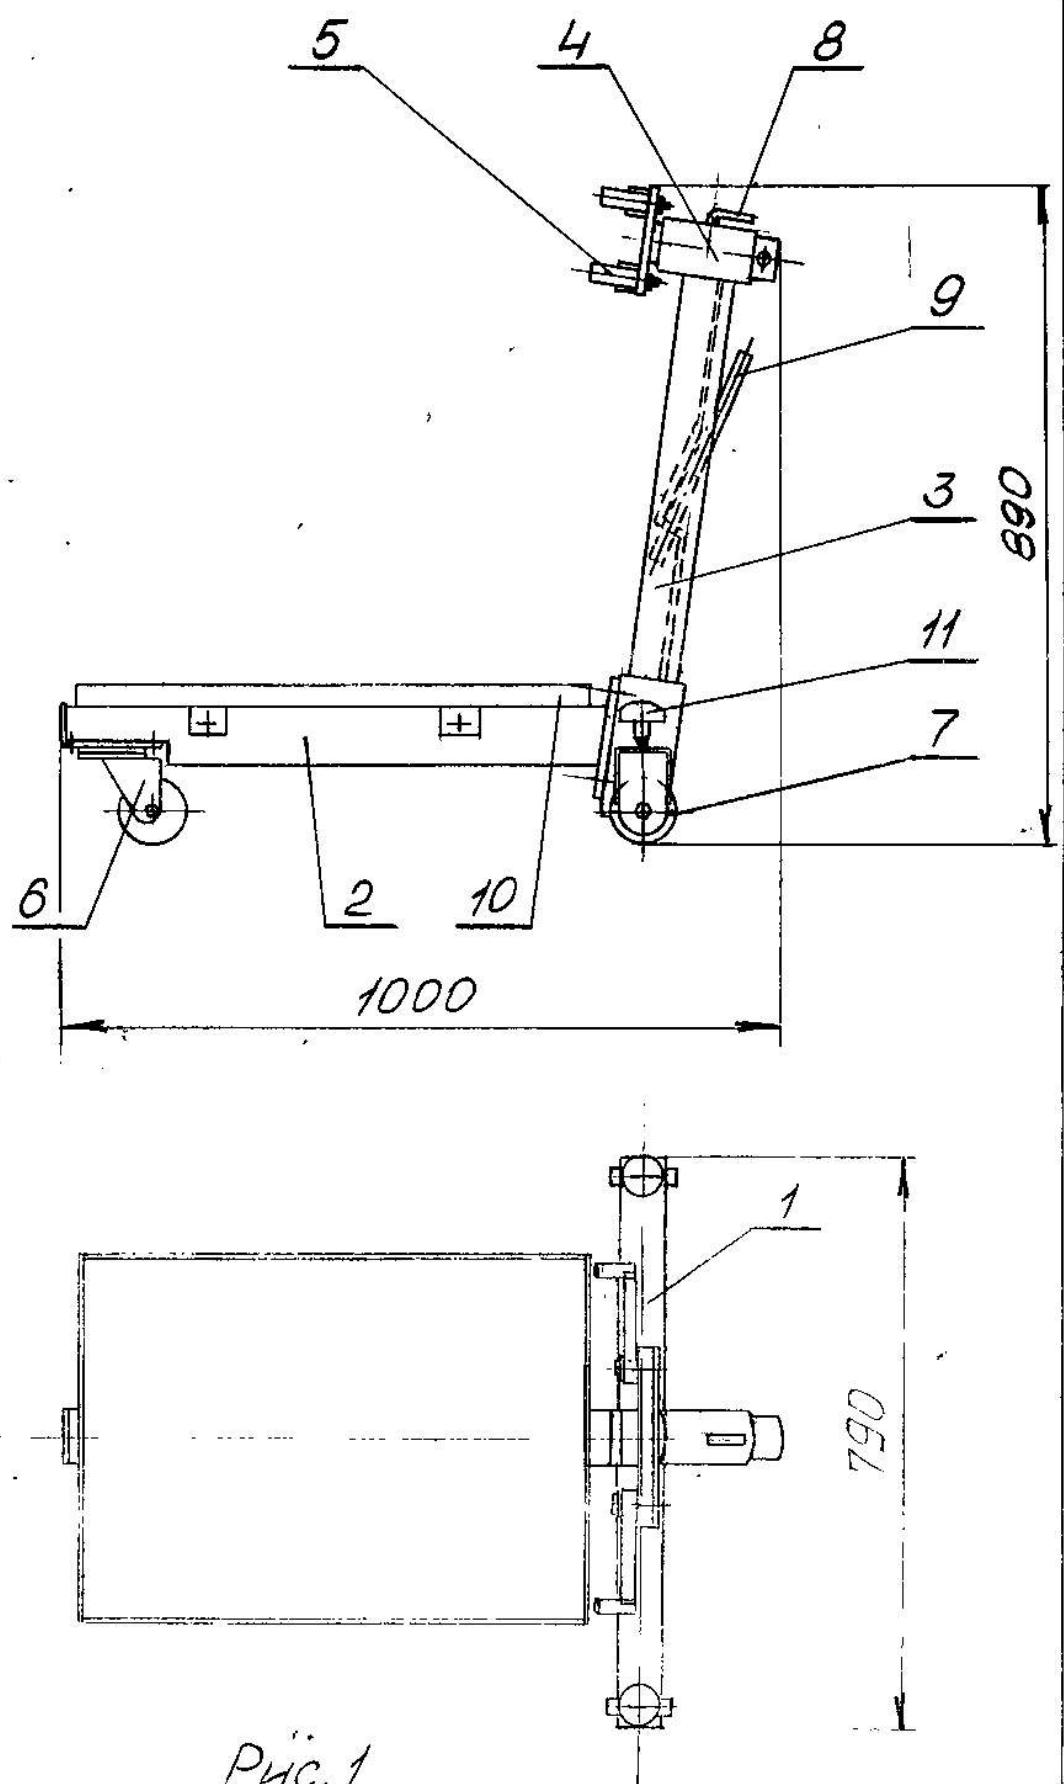

Рис. 1
1.1.3. Состав изделия. (Рис.1)